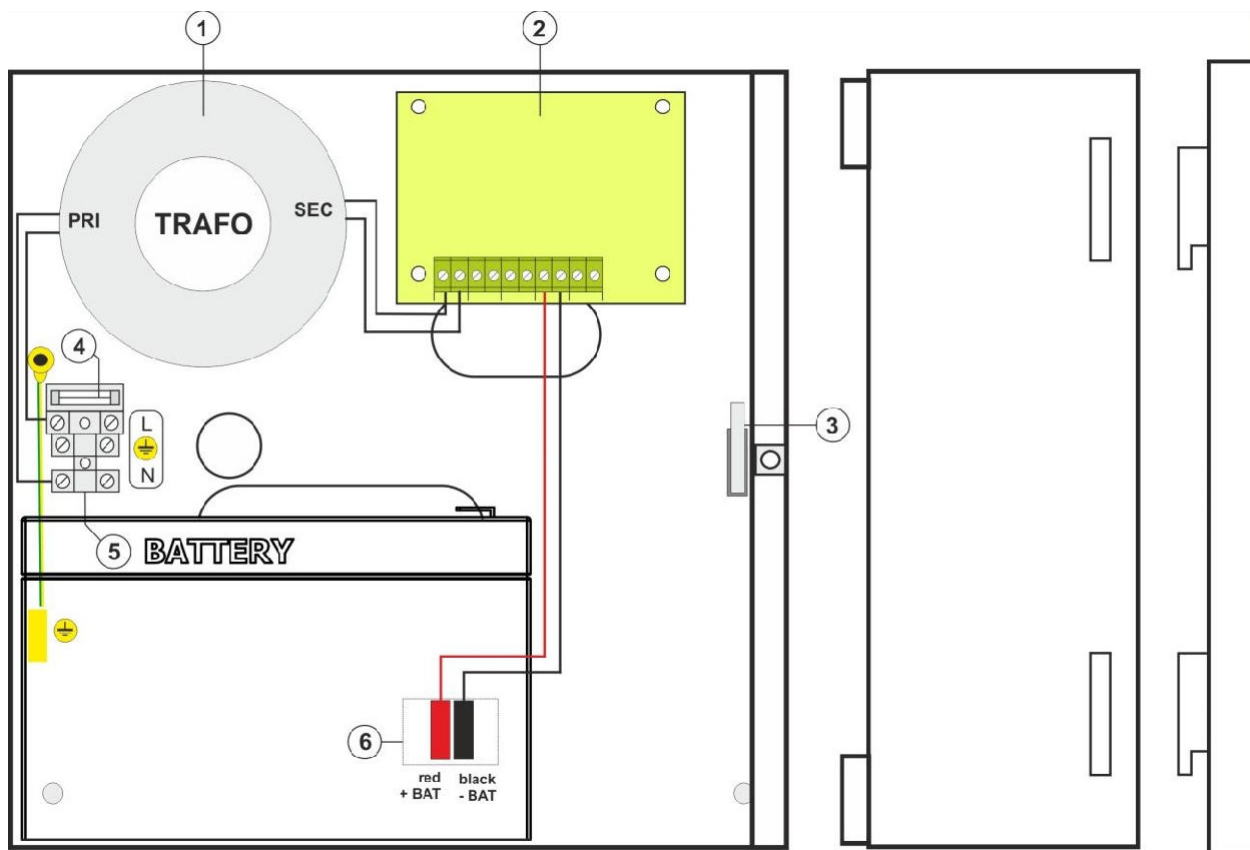
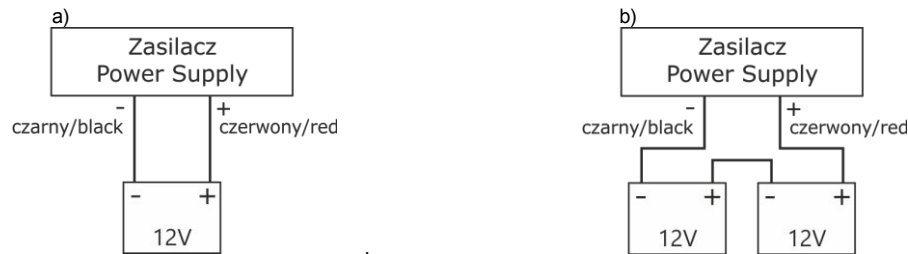

Abb.3. Ansicht des Netzteils.
Abb. 4 Anschluss der Batterien je nach Spannungsversion des Netzteils:
6. Setzen Sie die Batterie in das Batteriefach des Gehäuses ein (Abb. 3). Verbinden Sie die Batterien mit dem Netzteil und achten Sie dabei besonders auf die richtige Polarität und die Art der Anschlüsse (Abb. 4):